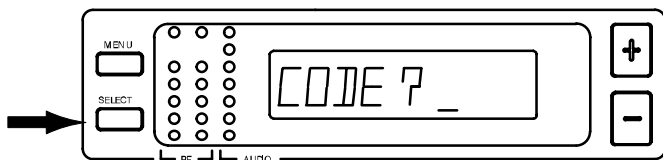

FIGURA 31
- Oprima el botón de SELECCION. La indicación “CODE?” aparece en la pantalla, como se muestra en la Figura 31.